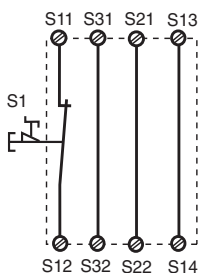

Fig. 2: Circuito de entrada monocal, rearme automático/Circuito di ingresso monocal, start automatico/Eenkanalig ingangscircuit, automatische start
En las Fig. 2 ... a Fig. 11 se presentan ejemplos de conexión para modo de conexión de parada de emergencia con rearme automático y manual, control de puerta protectora así como multiplicación de contactos mediante contactores externos.
- Fig. 2 y 7: **no hay** conexión S33-S34
In Fig. 2 ... Fig. 11 sono riportati degli esempi di collegamento per il cablaggio dell'arresto di emergenza con start automatico e controllato, per il controllo finecorsa di ripari mobili, nonché per l'aumento del numero dei contatti mediante relè esterni.
- Fig. 2 e 7: **nessun** collegamento S33-S34
In fig. 2 ... fig. 11 worden aansluitvoorbeelden gegeven van noodstop-schakeling met automatische en bewaakte start, hekbewaking en contactvermeerdering door middel van externe magneetschakelaars.
- Fig. 2 en 7: **geen** verbinding S33-S34